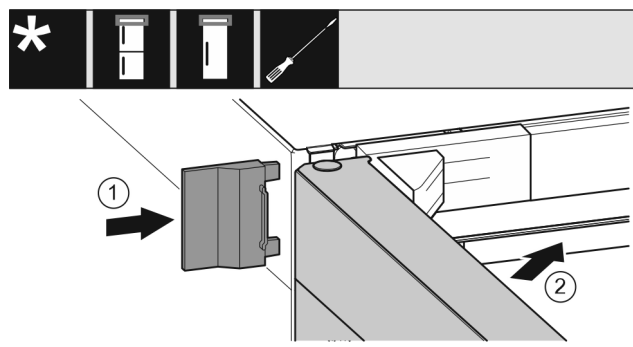

Fig. 25
▶ Äußere Abdeckung Fig. 25 (1) aufschieben.
▶ Obere Tür Fig. 25 (2) schließen.